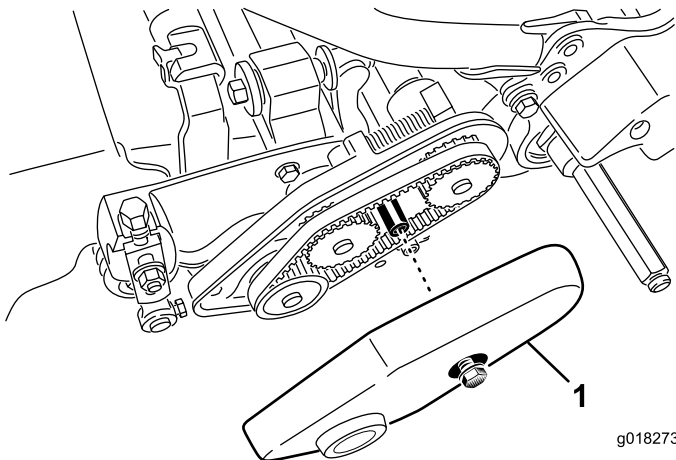

Рисунок 45
1. Выверните болт с буртиком, который крепит крышку ремня, и снимите крышку ремня, чтобы открыть ремень (Рисунок 45).